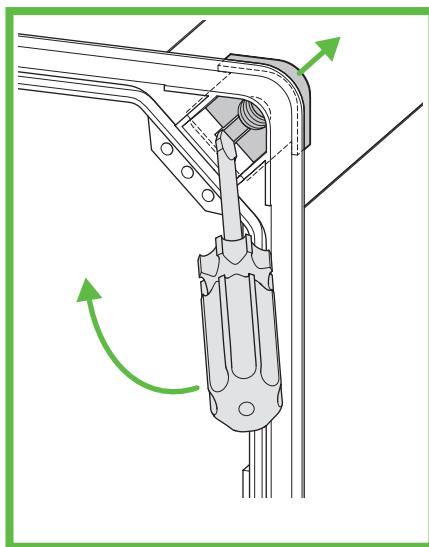
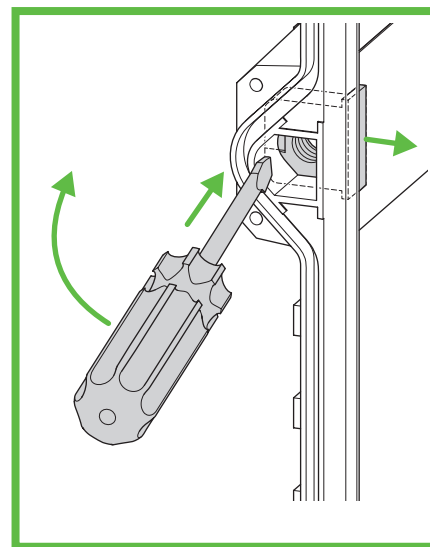

Fig. 5 : Extraction de l'insert fileté (angle)
Fig. 6 : Extraction de l'insert fileté (côté)
- ▶ Extrayez les inserts filetés en faisant levier (Fig. 5 et Fig. 6).